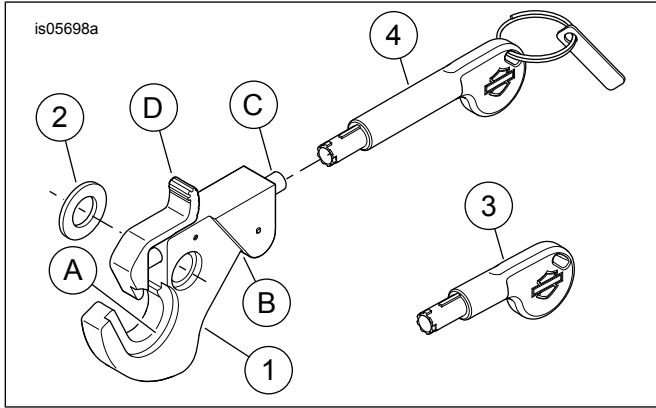

Figura 9. Peças de reposição: Kits de peças amovíveis para dispositivos de bloqueio
Ver Figura 9 . Dependendo da peça amovível instalada, a posição do mecanismo de desbloqueio (A) e as ranhuras inferiores (B) poderão ser utilizadas como espaçadores ou como pontos de encaixe para a montagem. Confirmar se o dispositivo de bloqueio com fechadura ficou posicionado de forma a permitir a utilização da chave para o destrancar.
1. **Fechar o dispositivo de bloqueio:** Consultar o Figura 9 . Após a instalação da peça amovível, empurrar o trinco de mola (C).